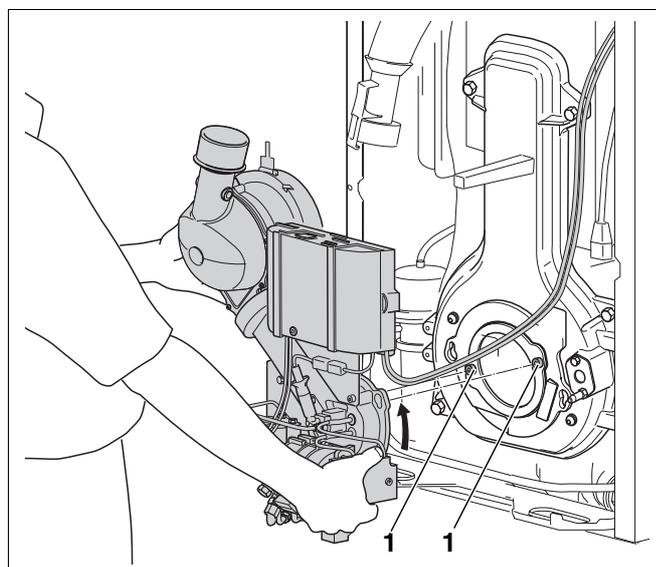

Fig. 57 Estrarre il bruciatore
- Allentare entrambe le viti del fissaggio a baionetta (fig. 57, **pos. 1**) sul bruciatore ed estrarre quest'ultimo.